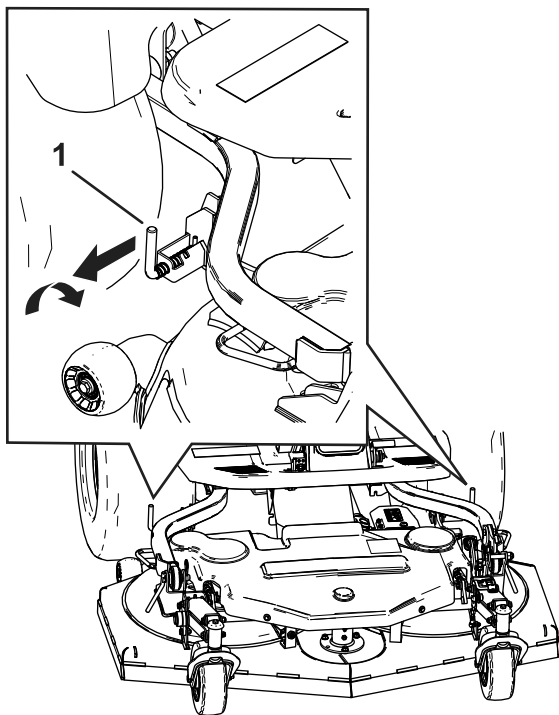

Figura 87
11. Confirme y asegúrese de que los pasadores de cierre traseros estén enganchados (Figura 87).
3. Antes de bajar la unidad de corte, tire y gire de los pasadores de enlace traseros a ambos lados de la unidad de corte (Figura 87).